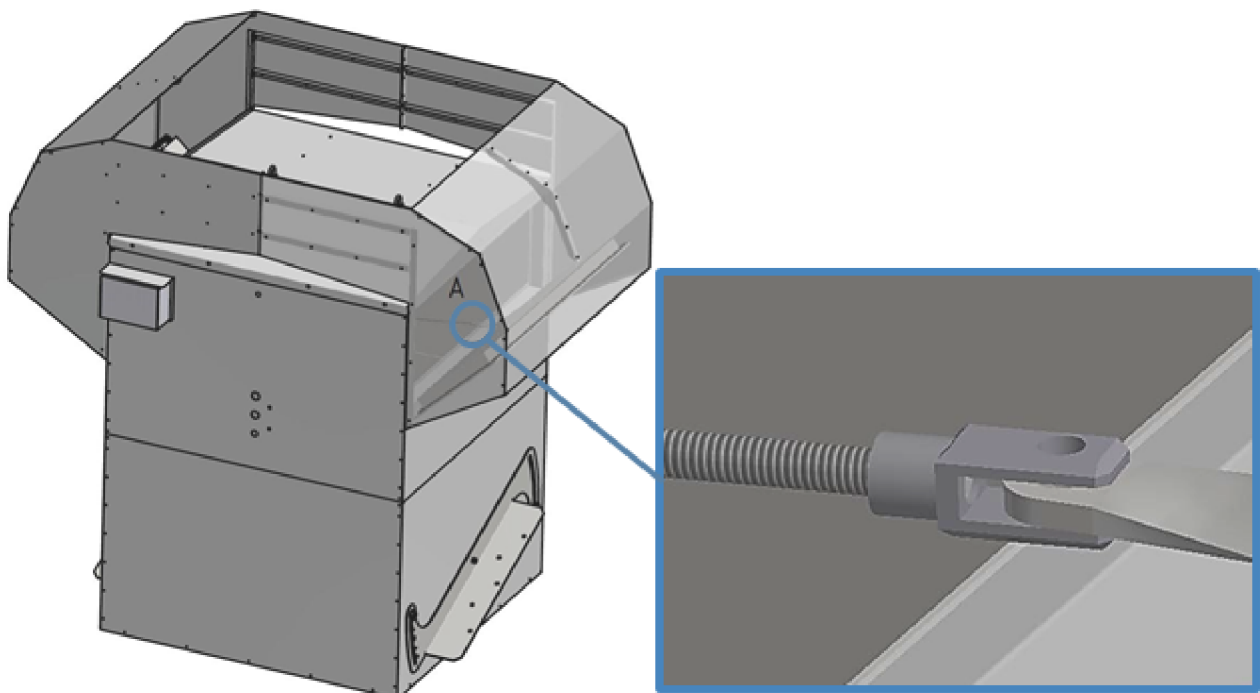

Abb. 20: Klappengestänge
8. ▶ Bolzen am Klappengestänge Abb. 20 entfernen und Kupplung durch Drehen neu justieren. Bolzen wieder einsetzen und sichern.